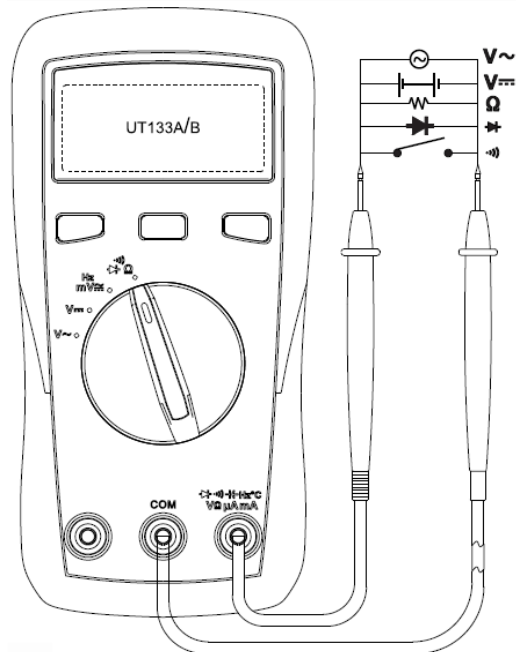

Рисунок 2
8.1. Измерение переменного и постоянного напряжения (см. рисунок 2)
8.2. Измерение сопротивления (см. рисунок 2)
9.3. Прозвонка электрических цепей (см. рисунок 2)
8.4. Проверка диодов (см. рисунок 2)